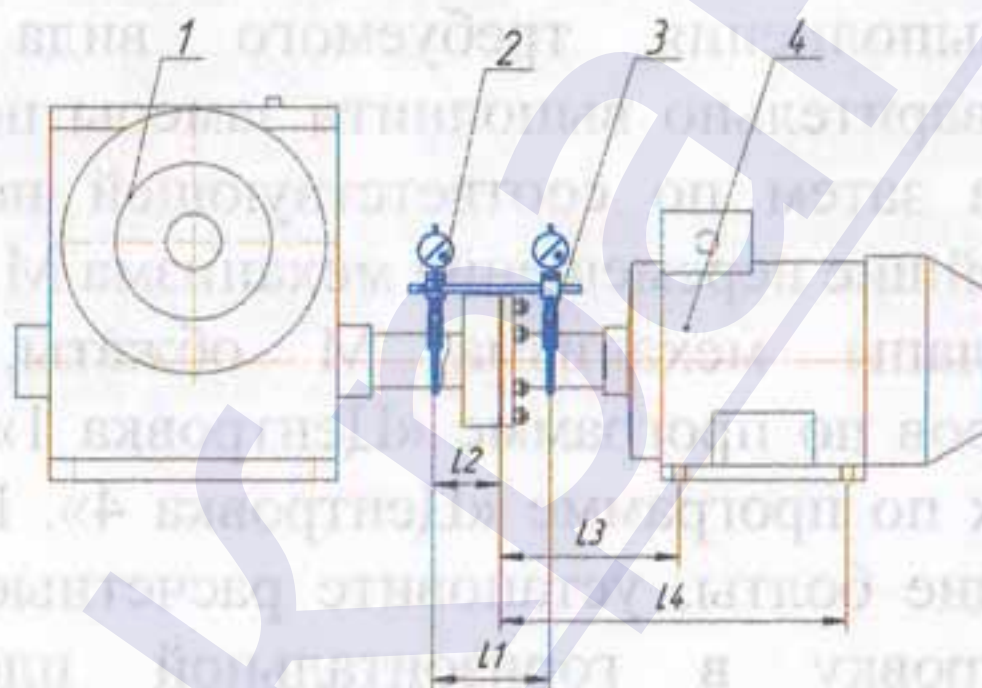

Рис.4
размеры $L1...L4$ указаны на рис.4, размеры $L1...L5$ указаны на рис.6;
2.7. Проверка центровки по программе «Центровка 1» (рис.4).